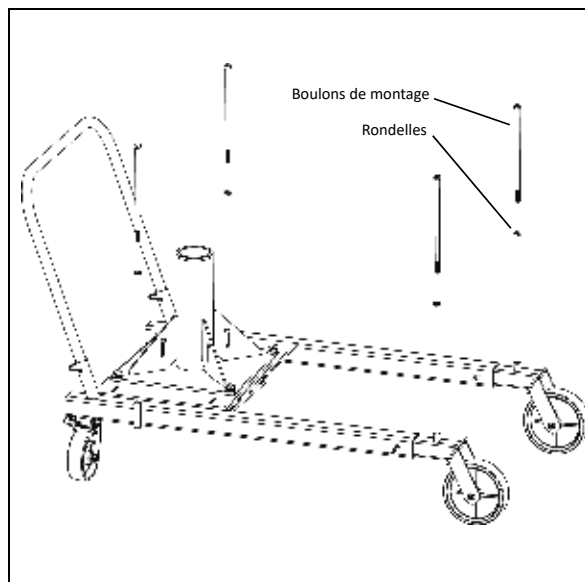

Figure 10.2
4. Installer les boulons à travers les tubes du point d'ancrage et serrer à vingt (20) pieds-livres. Utilisez la figure 10.2.